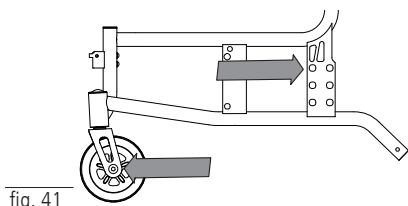

fig. 41
- Sædehøjde 390 – styrehjul 150 mm / 6" skrueaksel baghjul oppe (fig. 41)